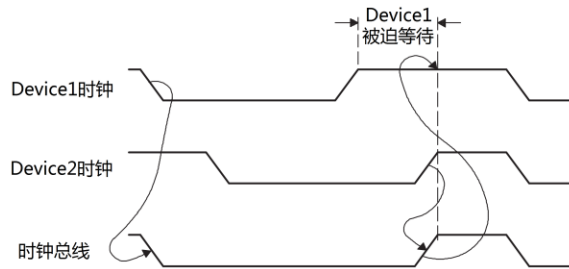

图 9.22 时钟总线同步过程
- 4) 在仲裁过程中，两主机的时钟肯定不会一样，这时就有时钟同步的问题。如图 9.22 所示，器件 1 和器件 2 的时钟不同步，两者“线与”之后，才是总线时钟。所有器件都必须遵守最终的总线时钟，而不应该“只认”自己输出的时钟。如果有的从机